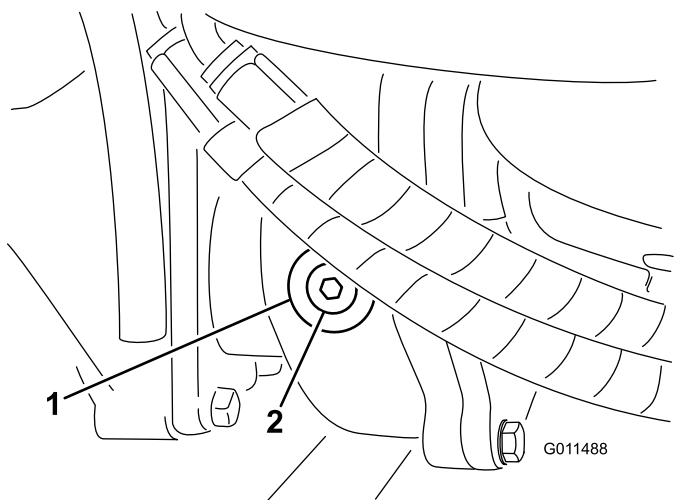

図 59
2. ギアボックスの左側から点検・補給用プラグを抜き、穴の高さまで潤滑油があることを確認する図 59。